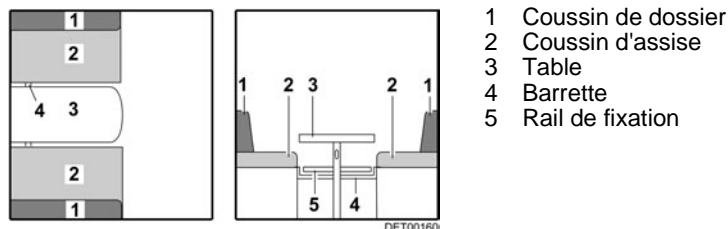

Fig. 76 Avant la transformation
- Convertir la table (Fig. 76,3) en sommier de lit (voir paragraphe 7.7).
- Insérer la baguette (Fig. 76,4) ou tirer vers le centre. La baguette est positionnée correctement si elle maintient le plateau de table directement derrière le pied de table.